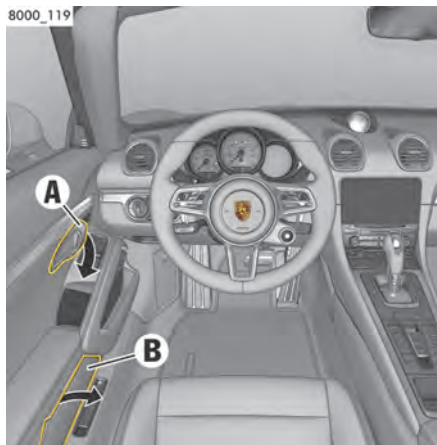

Fig 183: Vide-poches de porte
- ▶ Ouvrez le couvercle **B** (Fig. 183).